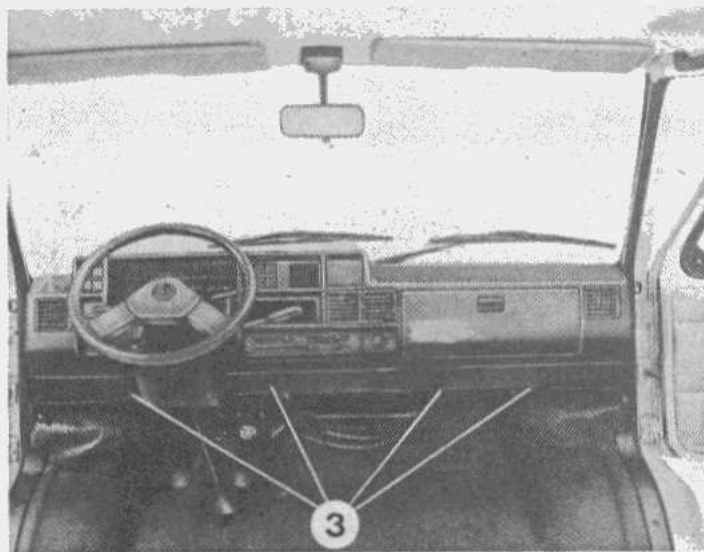

FIG. 2
- Dans l'habitacle, déposer le volant, la façade du tableau de commande chauffage, l'aérateur central et les vis de fixation inférieure (3) de la planche de bord (fig. 2).